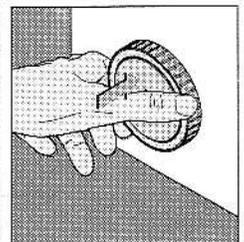

Bild 1
- Griffstück hinein drücken (Bild 1)